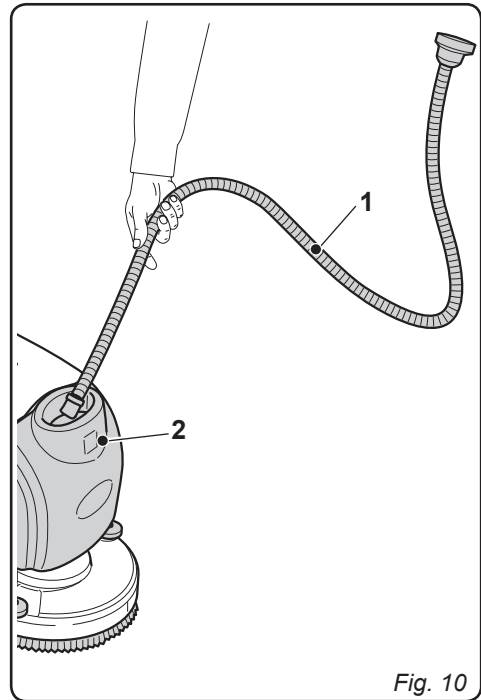

Fig. 10
8.1 RIEMPIMENTO SERBATOIO (Fig. 10)